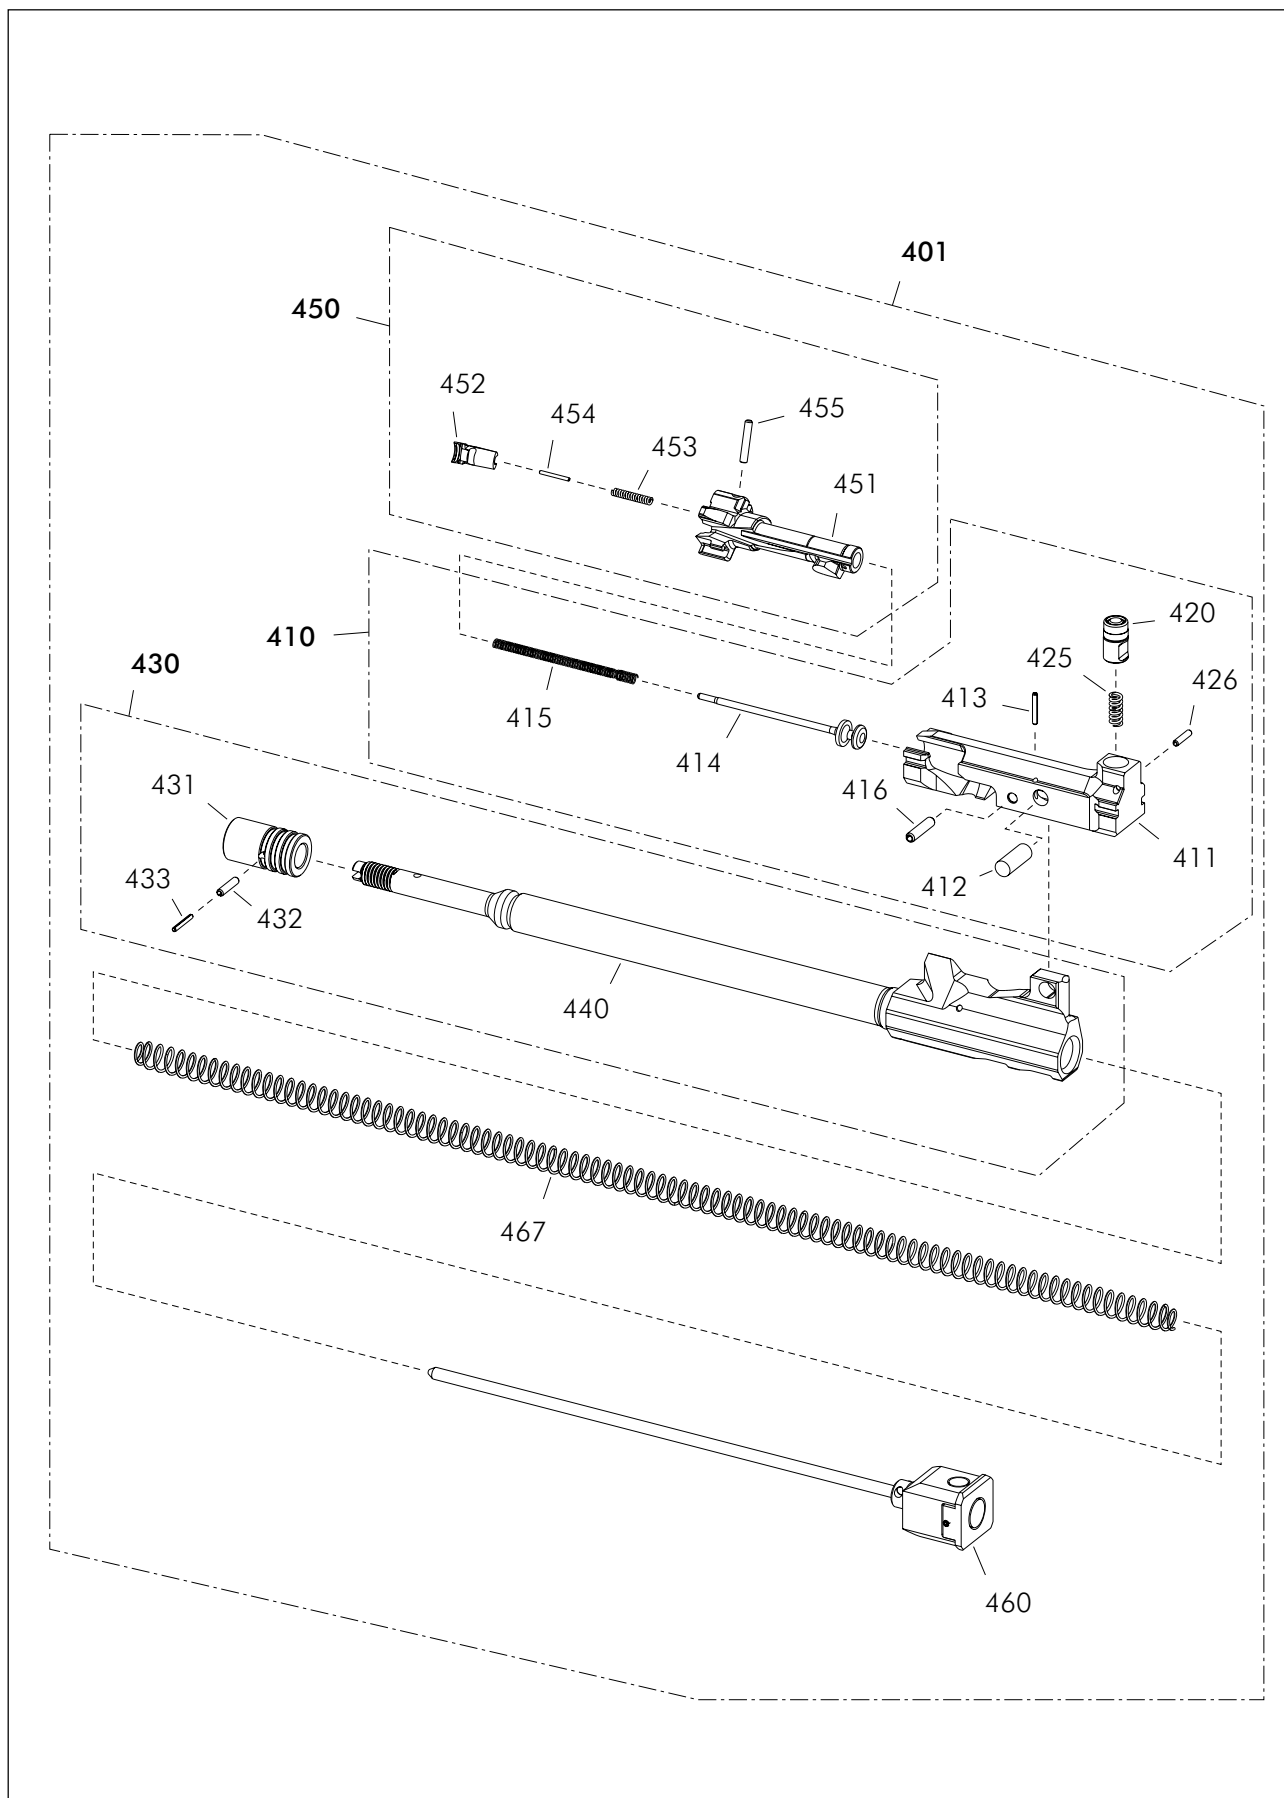

Fig. 3.f - Grupo piezas móviles [5]
**3.5. GRUPO PIEZAS MOVILES [5] (Fig. 3.f)**